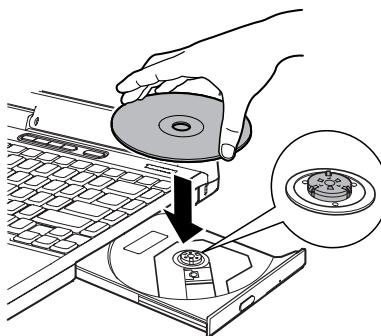

图 4-6 放入光盘示意图
**注意：**当光盘驱动器托盘完全打开时，电脑边缘微微高于托盘，因此放置 CD 时要保持一个倾斜角度小心置入，以免刮伤数据面，并一定要放平，如图 4-6 所示。